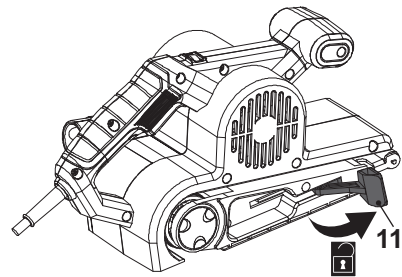

Fig. 1
1. Puxe a alavanca de fixação (11) para fora (Fig. 1).